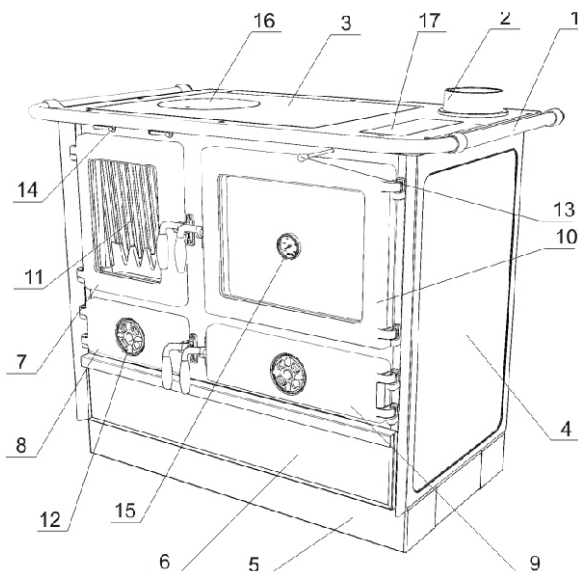

Рисунок 1
Верхняя поверхность (Рисунок 1, позиция 3) - чугунная рама, чугунный варочный настил с круглой вставной частью – конфоркой. С трех сторон рамы плиты на опорах установлен поручень (Рисунок 1, позиция 1).
С плитой поставляется чугунный дымоотводный патрубок (Рисунок 1, позиция 2), который монтируется к варочной поверхности или к присоединению сзади плиты, двумя винтами. Герметичность между варочной поверхностью и рамой плиты обеспечивает безасбестовый шнур.
Топочная камера (Рисунок 1, позиция 11) - чугунная.
- дверцу зольного ящика оставьте открытым до появления стабильного огня, после закрытия интенсивность горения регулируйте с помощью регулятора подачи воздуха (рисунок 1, позиция 12)
- При добавлении топлива, приоткройте дверцу(рисунок 1,позиция 7) на несколько градусов,подождите 4-5 секунд и только после этого медленно откройте до конца. Не открывайте дверцу быстро,т.к из плиты могут выпасть искры огня.
Регулятором первичного воздуха в плите Вы регулируете температуру,мощность и скорость сгорания топлива(Рисунок 1, позиция 12).Регулятор вторичного воздуха предназначен для ускорения процесса сгорания топлива, и чтобы стекло дверцы топочной камеры оставалось чистым. Комбинированием первичного воздуха (находится на дверце зольного ящика и вторичного (задвижки находится над дверцей топочной камеры, рисунок 1,позиция 14), достигается желаемая интенсивность горения.